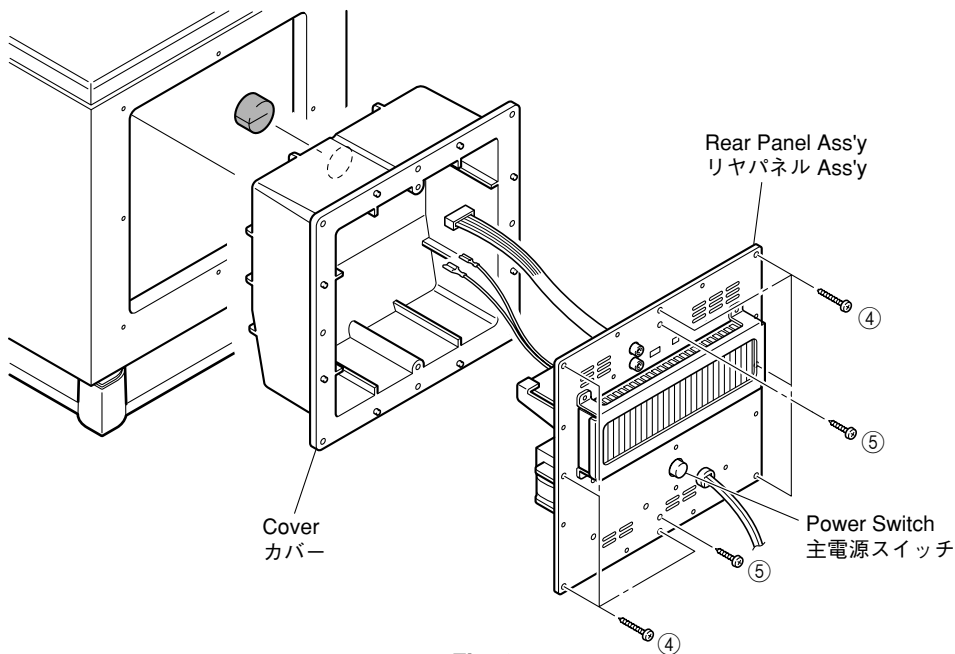

Fig. 3
- a. Remove 8 screws (④). (Fig. 3)
- \* Screws (④) are identified with arrow marks (◄).
- b. Pull out the rear panel ass'y. (Fig. 3)
- a. Remove 2 screws (⑤). (Fig. 3)
- \* Screws (⑤) are identified with arrow marks (◄).
- b. Remove the cover. (Fig. 3)
- a. ④のネジ8本を外します。(Fig. 3)
- ※ 取り外す④のネジには矢印(◄)が印刷されています。
- b. リアパネルAss'yを引き出します。(Fig. 3)
- c. ⑤のネジ2本を外します。(Fig. 3)
- ※ 取り外す⑤のネジには矢印(◄)が印刷されています。
- d. カバーを外します。(Fig. 3)